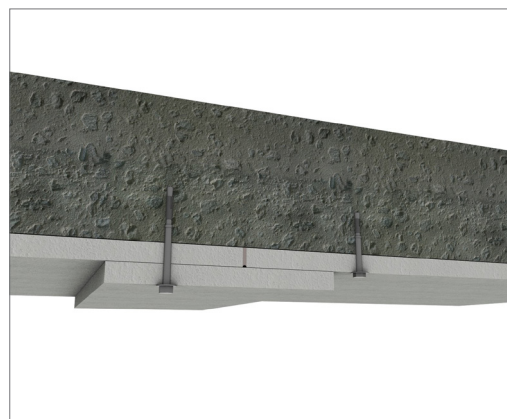

Figura 3: Banda de panel Panel PassiveTec® 30 mm
- Colocar una banda de Panel PassiveTec® 30 mm sobre la junta de dilatación, colocándolo como mínimo 200 mm a un lado de la junta, utilizando anclajes de longitud suficiente, y 150 mm en el lado opuesto de la junta, como indica la Figura 3